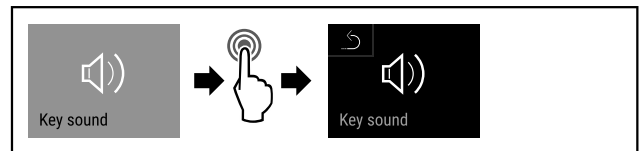

Fig. 113
- ▶ Eseguire i passi (vedere Fig. 113).